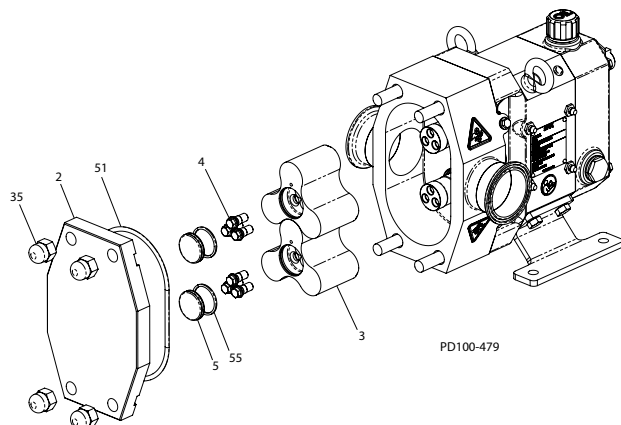

Figure 30 - Retirer le couvercle de la pompe et du rotor
Tableau 4: Tableau de rappel pour Figure 30
1. Retirez les écrous borgnes du couvercle (Figure 30, objet 35).
1. Retirez les manchons protecteurs de la vis (Figure 30, objet 5) des rotors (objet 3). Retirez et contrôlez les joints toriques (objet 55).
3. Retirez les rotors (Figure 30, objet 3). S'il est impossible de retirer les rotors manuellement, effectuez un mouvement de torsion pour les dégager. Si cela échoue, tapez le corps vers l'avant à l'aide d'un maillet afin de desserrer les rotors.